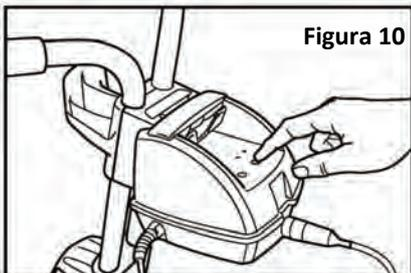

Figura 10
- El limpiafondos se pone en marcha tras pulsar la tecla correspondiente a uno de los 2 programas de limpieza (**Figura 10**). El indicador luminoso situado encima del programa seleccionado se enciende. El limpiafondos arranca después de unos segundos y calculará su propia trayectoria de limpieza.